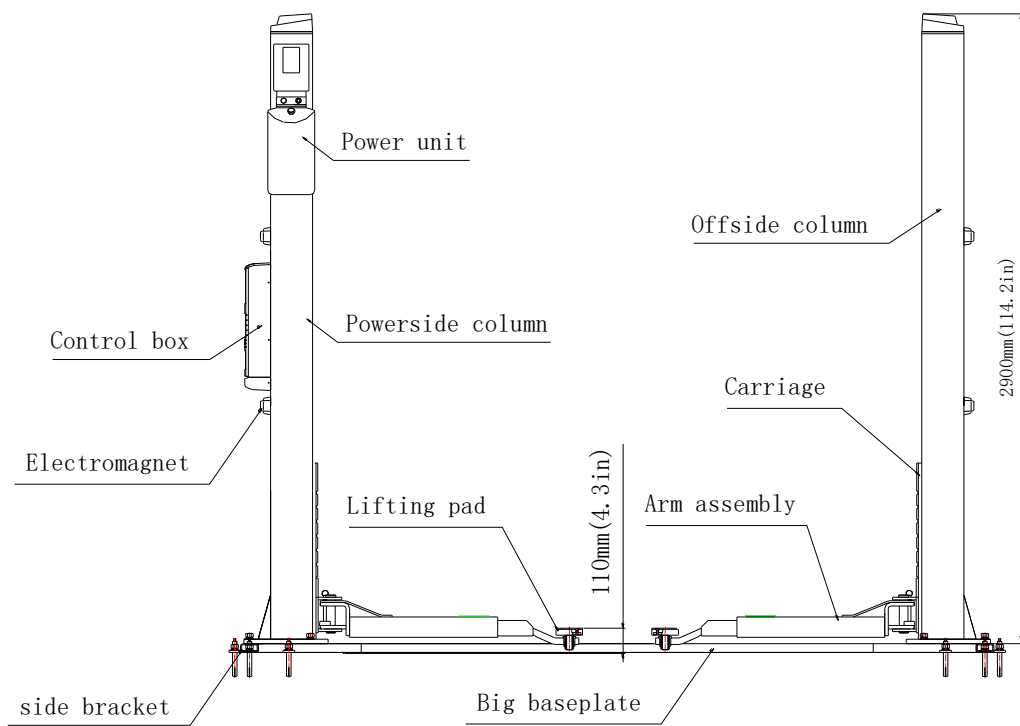
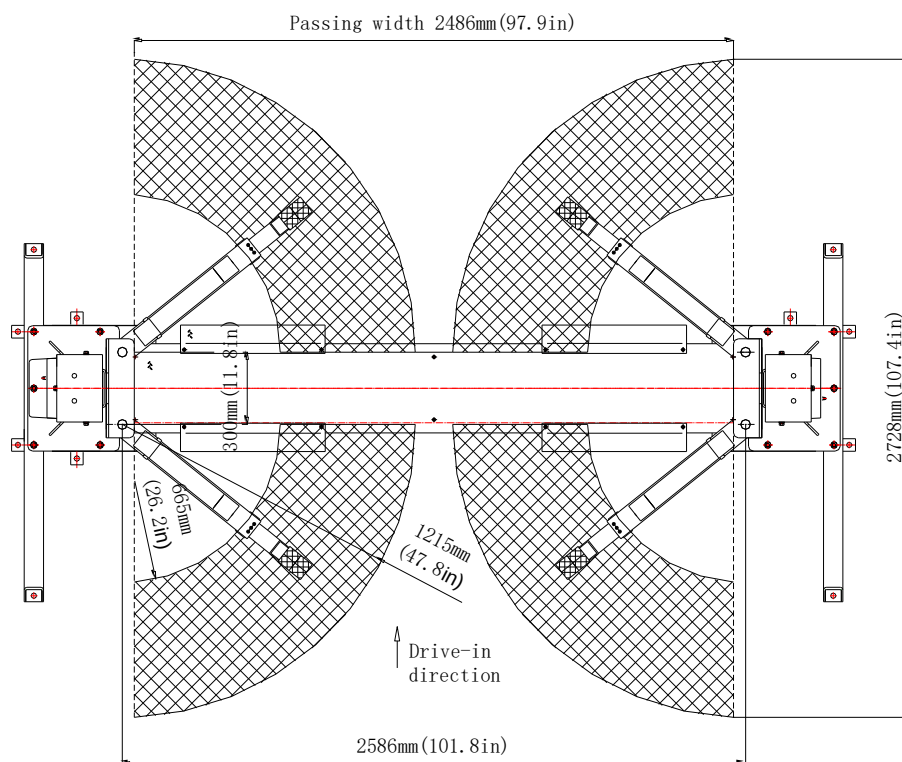

Fig 1b
Fig 2b
TLT235SBA(E) elev 2col trav jos	3.5T Elev 2 col electronic simetric traversa jos lata (Fig1b、Fig2b)
TLT235SBA(E) elev 2 col traver jos	3.5T Elev 2 col electronic simetric traversa lata jos Fig1b、Fig2b)